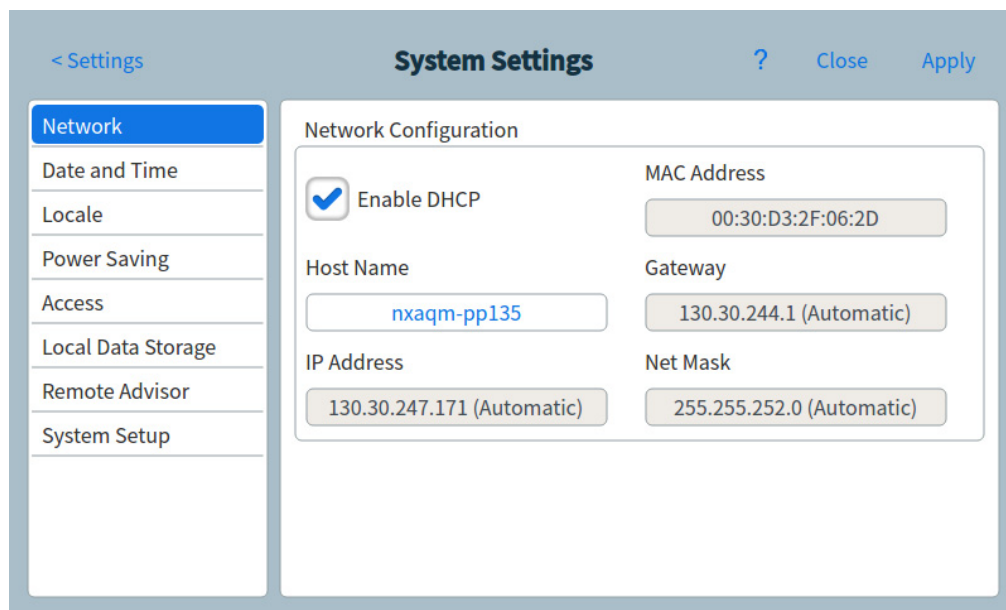

Figura 41 Pagina di configurazione della rete
- 1 Dalla pagina System Settings, premere il tasto di selezione **Network**. Compare la pagina configurazione della rete. Vedere Figura 41.